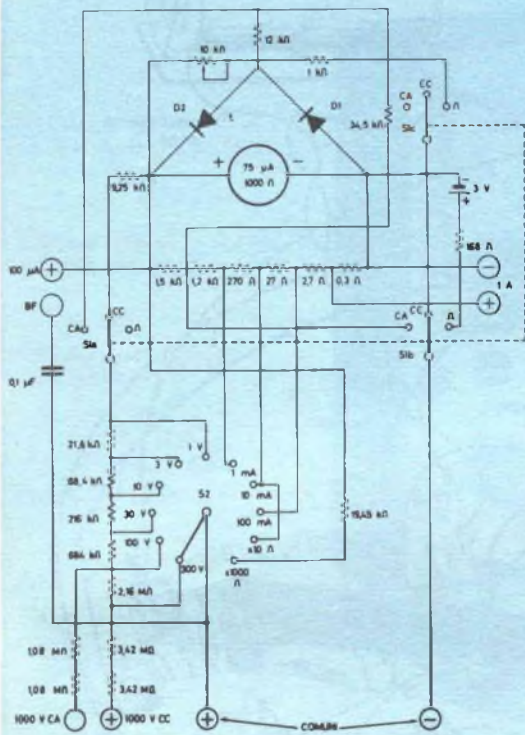

Fig. 1 - Schema elettrico dell'analizzatore universale.
**Descrizione dello schema** - Il circuito milliamperometrico dell'analizzatore che presentiamo si compone di cinque portate così suddivise: 100  $\mu A$  f.s., 1 mA f.s., 10 mA f.s., 100 mA f.s., 1 A f.s. Dalla fig. 1, in cui è illustrato lo schema elettrico dello strumento, risulta chiaramente che il resistore da 0,3  $\Omega$  è lo shunt per la portata di 1 A, il resistore da 2,7  $\Omega$  (insieme al resistore da 0,3  $\Omega$ ) è lo shunt per la portata di 100 mA, e così via. Anche i resistori da 1,5 k $\Omega$  e da 1,2 k $\Omega$  fanno parte del circuito milliamperometrico.